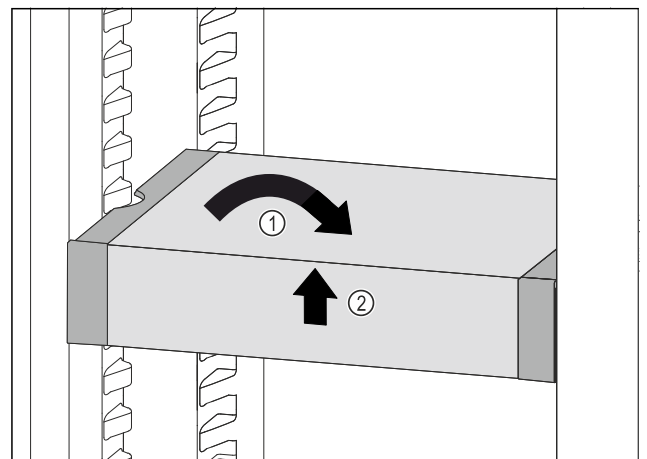

Fig. 121
- ▶ VarioSafe gerade stellen. Fig. 121 (1)
- ▶ VarioSafe vorne anheben. Fig. 121 (2)